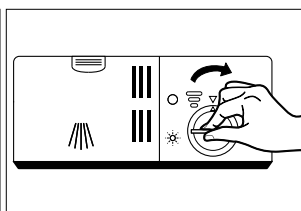

Fig. 11
- ▶ Vuelva a colocar la tapa con la punta de la flecha en la flecha izquierda y enrósquela en sentido horario hacia la flecha derecha (véase **fig. 11**).